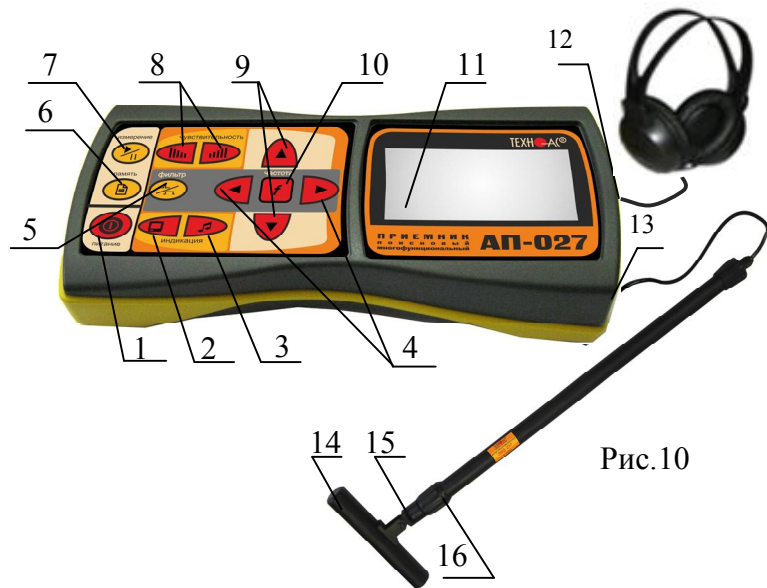
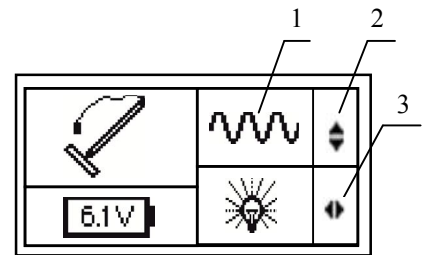
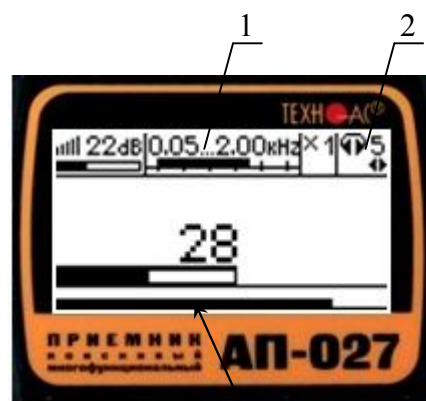

Рис.10
Рис.11
Fig.16 3
Используемое оборудование (рис.10): приемник АП-027, электромагнитный датчик ЭМД-237, головные телефоны.
Подключить к соответствующим разъемам приемника электромагнитный датчик поз.13 рис.10 и головные телефоны поз.12 рис.10 (при необходимости).
Привести электромагнитный датчик из транспортного в рабочее положение для этого: ослабить стопорную гайку поз.16, раздвинуть штангу до требуемого размера и зафиксировать стопорной гайкой. Ослабить фиксирующую гайку поз.15 и установить электромагнитную антенну поз.14 датчика в положение, используемое в трассопоиске. Горизонтальное положение (рис.10) – трассопоиск по методу максимума, транспортное положение – трассопоиск по методу минимума.
5.2.1 Включить питание приемника АП-027 кнопкой ① поз.1 рис. 10.
5.2.2 В «стартовом» окне рис.11 на индикаторе приемника проверить:
5.2.3 Проверить вид принимаемого сигнала поз.1 рис.11. Принимаемый сигнал «непрерывный \sim » выбирается автоматически. При появлении на индикаторе значка «импульсный \sim », что могло произойти в результате случайного нажатия на кнопки, следует выбрать в стартовом окне символ «непрерывный \sim » любой из кнопок $\blacktriangle/\blacktriangledown$ поз.9 рис.10. (см. подсказку поз.2 рис.11)
5.2.4 Установить необходимый уровень подсветки индикатора приемника, используя для этого кнопки $\blacktriangle/\blacktriangleright$ поз.4 рис.16 (см. подсказку поз.3 рис.11).
5.3.1 Запустить режим «измерение» кнопкой $\blacktriangleright/\parallel$ поз.7 рис.10.
5.3.2 Выбрать режим «широкая полоса» нажатием на кнопку фильтр $\blacktriangleright/\text{filter}$ поз.5 рис.10. На индикаторе появится символ широкой полосы $0.05 \dots 2.00 \text{kHz}$ поз.1 рис.12.
В случае трассировки кабеля под напряжением или трубопровода с катодной защитой выбрать частоту 100 /120 Гц, нажав кнопку «частота» f поз.10 рис.10, используя для этого кнопки $\blacktriangle/\blacktriangleright$ поз.4 рис.10. Наблюдать за величиной выбранной частоты на индикаторе поз.1 рис.12. Например, при выборе
5.3.3 Выйти из режима регулировки фильтра, нажатием кнопки «частота» f поз.10 рис.10. На индикаторе в зоне окна поз.1 рис.12 исчезнет указатель подсказки  и появится в зоне поз.2 рис.12 (возможность регулировки звука).
5.3.4 Установить комфортную громкость звука в телефонах поз.2 рис.12 кнопками / поз.4 рис.10 (если кнопки не используются для регулировки фильтра).
5.3.5 Установить уровень входного сигнала кнопками «чувствительность»  и  поз.8 рис. 10 по индикатору «узкая шкала» (предпочтительно на 50...70% от максимума) поз.3 рис. 12.
5.3.6 Установить необходимый коэффициент усиления фильтрованного сигнала множителем « $\times 1/2/4/8$ » нажимая на кнопки / поз.10 рис.10, не допуская при этом перегрузки.
5.5.1 Начинать работу по трассопоиску следует в режиме «Широкая полоса», в котором приемник воспринимает сигналы от любых коммуникаций в диапазоне частот от 0,05 до 2,0 кГц: кабели под напряжением, трубопроводы с катодной защитой, протяженные трубопроводы с наведенным излучением. Для этого включить режим «измерение» кнопкой  поз.7 рис.10., выбрать режим «широкой полосы», то есть выключить фильтр кнопкой  поз.5 рис.10.
5.5.3 Для определения кабелей (из числа найденных коммуникаций), находящихся под напряжением промышленной частоты 50...60 Гц, используется режим 50...60 Гц. В этом режиме из широкого спектра сигнала выделяется лишь небольшая полоса частот с центральной частотой 50...60 Гц. Для входа в режим 50...60 Гц включить фильтр кнопкой $\frac{f}{\text{---}}$ поз.5 рис.10, нажать на кнопку частота f поз.10 рис.10 и выбрать центральную частоту фильтра 50...60 Гц кнопками $\blacktriangleleft/\blacktriangleright$ поз.4 рис.10.
5.5.4 Наблюдать за величиной выбранной частоты на индикаторе поз.1 рис.16. При выборе частоты 50/60 Гц
Выйти из режима регулировки фильтра, нажатием кнопки «частота» f поз.10 рис.10. На индикаторе в зоне окна поз.1 рис.16 исчезнет указатель подсказки \blacktriangleleft и появится в зоне поз.2 рис.16 (возможность регулировки звука).
5.5.5 Установить комфортную громкость звука в телефонах поз.2 рис.16, для этого нажать на кнопку режима звуковой индикации поз.3 рис.10 и отрегулировать громкость кнопками $\blacktriangleleft/\blacktriangleright$ поз.4 рис.10 (если кнопки не используются для регулировки фильтра).
5.5.6 Установить уровень входного сигнала кнопками «чувствительность» |||| и ||||| поз.8 рис. 10 по индикатору «узкая шкала» (предпочтительно на 50...70% от максимума) поз.3 рис. 16.